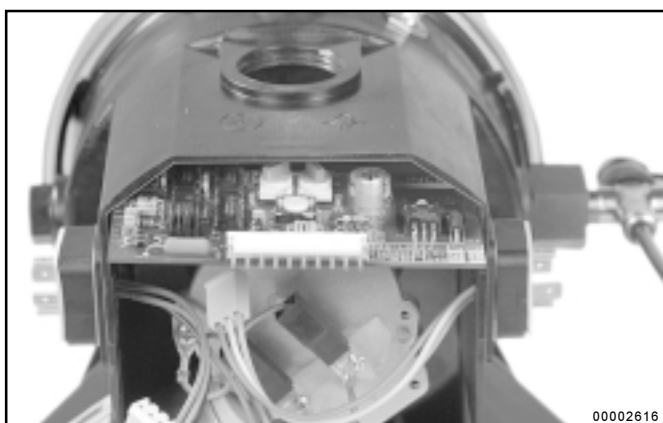

Fig. 7: Plaquette de circuits imprimés installée dans le boîtier
- * Raccorder le manomètre (0-600 bars) à la soupape de sûreté (Fig. 7).